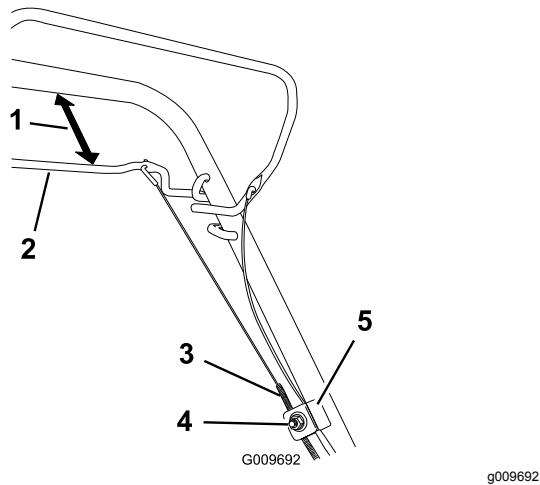

Bild 33
1. Lösen Sie die Kabelstützenmutter (Bild 33).
2. Halten Sie den Selbstantriebsbügel 25 mm bis 38 mm vom Holm entfernt (Bild 33).
3. Ziehen Sie den Kabelmantel (zur Maschine), bis das Kabel stramm ist (Bild 33).